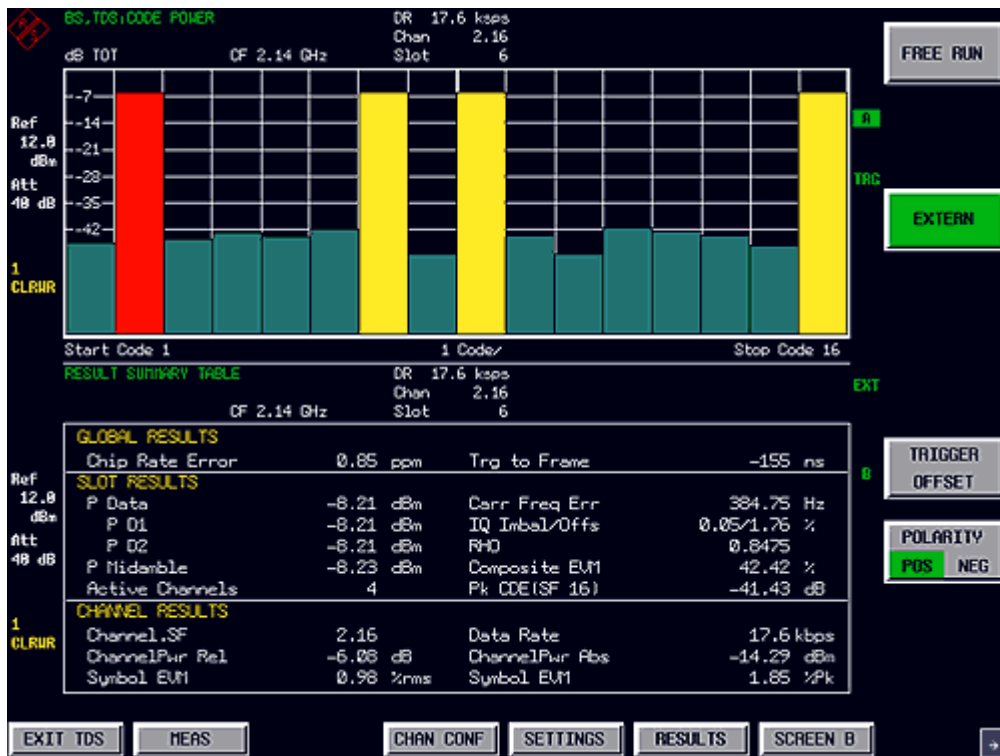

图 1 TD-SCDMA 基站码域测量
- (1) 设定中心频率
- (2) 按屏幕下方 TDS-BS 热键，即可进入 TD-SCDMA 测试功能
- (3) 在任何界面下，按屏幕下方[RESULTS]热键，即可切换到码域测量菜单
- (4) 默认状态下，屏幕分为两部分，如图 1 所示：屏幕上半部分为 Screen A，显示的是当前时隙的码域功率示意图；下半部分为 Screen B，以数据表格（Result Summary）的形式显示当前的测量结果。如，EVM、PCDE 等等。